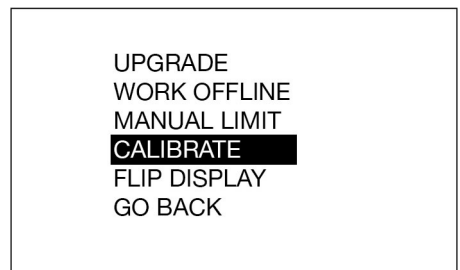
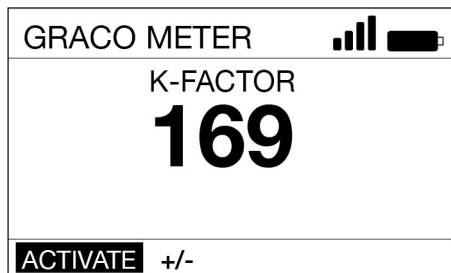

ABB. 20
ABB. 21
4. Die KALIBRIEREN-Option (ABB. 20) zum Aufrufen des in dargestellten Bildschirms Kalibrieren K-Faktor auswählen, siehe ABB. 21.
5. AKTIVIEREN wählen und die ENTER-Taste betätigen, um die Kalibrierung des Dosierventils mit Messanzeige zu starten (ABB. 21).
6. Genau ein (1) Quart oder einen (1) Liter Material in einen sauberen, kalibrierten Messkolben abgeben.